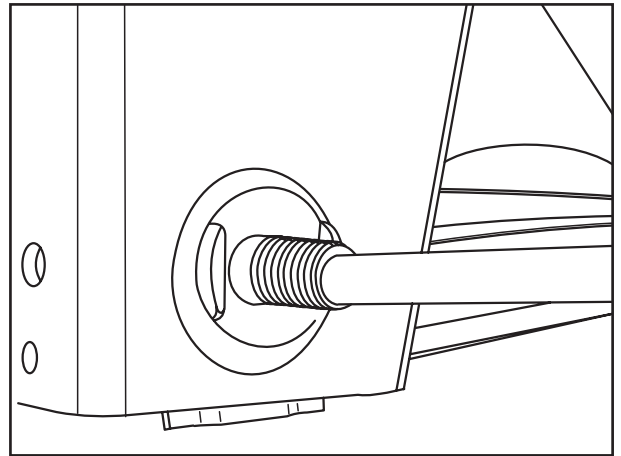

Fig. 4
- [8] Federbolzen aus der Stütze und der Lenkerfederbuchse austreiben (Fig. 4).
[8] Drive the spring pivot bolts out of the hanger brackets and of the trailing arm bushes (Fig. 4).
[8] Chasser les boulons de ressort des mains et des douilles de ressort de guidage (fig. 4).